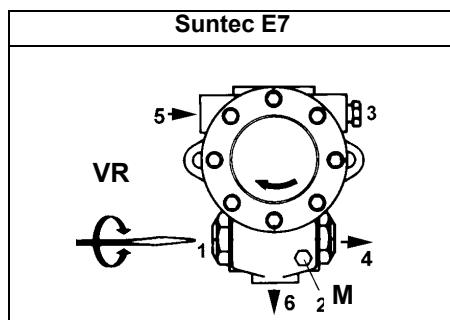

Fig. 8
- 3 purgar el aire de la conexión **(M)** manómetro de la bomba (Fig. 8), aflojando levemente el tapón, sin quitarlo; luego soltar el conector;
- 5 La presión de alimentación de la boquilla ya es previamente calibrada en fábrica y no debe ser modificada. Sólo si fuera necesario, regular la presión de alimentación (véase apartado correspondiente) de la siguiente manera: colocar un manómetro en la posición indicada en Fig. 9 intervenir en el tornillo de regulación **VR** de la bomba (véase Fig. 8) hasta obtener una presión en la boquilla igual a 20 bar (boquillas Monarch o boquillas Bergonzo – véanse gráficos en pag. 42-34)